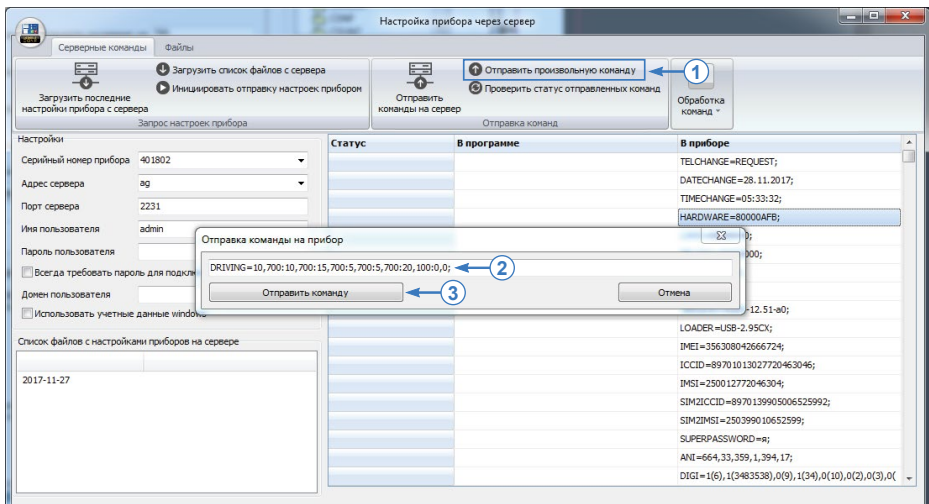

Рис.4. Отправка команды.
- нажмите кнопку «Отправить произвольную команду» (Рис.4, п.1);